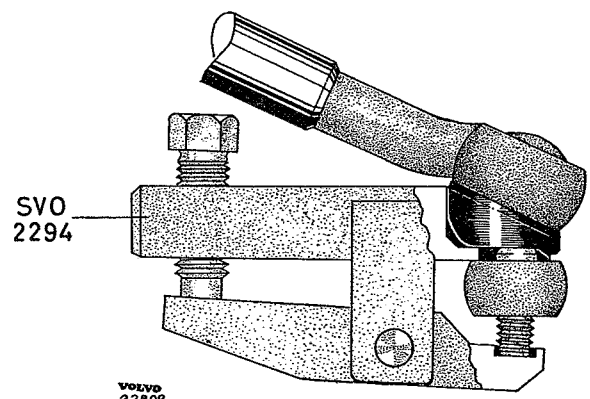

Fig. 6-17. Demontage van de stuurstang
3. Maak de stuurstangen van de stuurarmen los met gereedschap SVO 2294 overeenkomstig Fig. 6-17.
3. Verwijder de stuurstang van de stuurarm met SVO 2294, zie Fig. 6-17.
2. Krik de wagen onder de voorste kriksteun op. Verwijder het wiel. Maak de verbinding van de stuurstang met de stuurarm los met SVO 2294, zie Fig. 6-17, en maak de remslangen van de stabilisatorbout los.
4. Maak de stuurstang van de stuurarm los met SVO 2294, zie Fig. 6-17. Maak de klem voor de remslangen los. Verwijder de bout van de stabilisator.